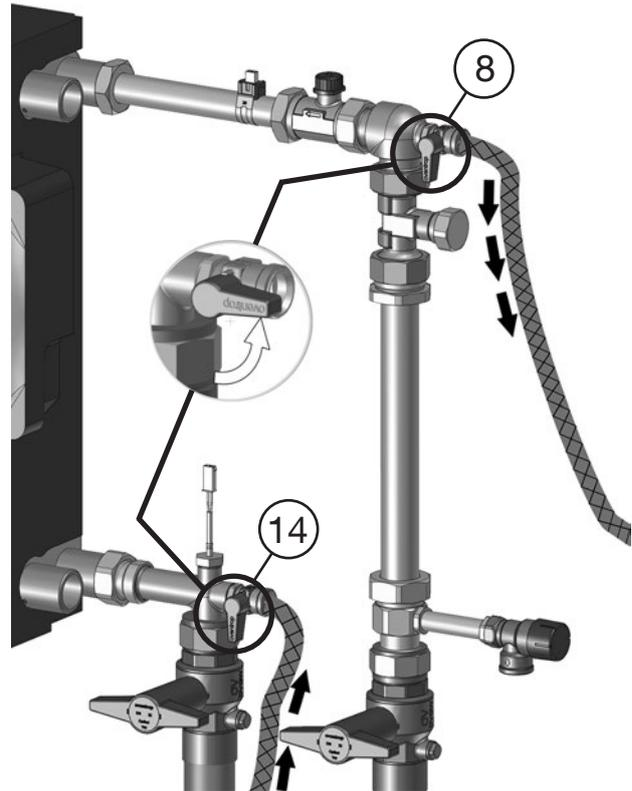

Fig. 5.3: Démarrer le rinçage avec un détartrant
5. Ouvrir **les robinets à tournant sphérique (8 et 14)** lentement pour démarrer le rinçage avec le détartrant (Fig. 5.3).
9. Fermer le **robinet de vidange et de remplissage à tournant supérieur (8)** (voir Fig. 5.3).
2. Fermer les robinets d'arrêt à tournant sphérique (12 et 13) (circuit E.C.S.) et (16 et 21) (circuit primaire) (Fig. 5.3).